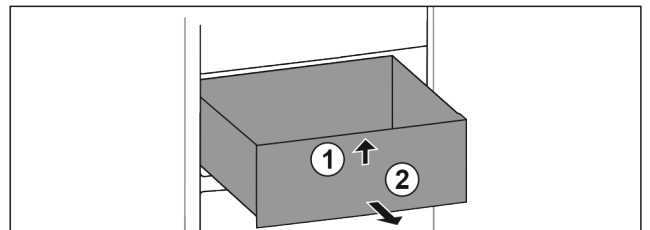

Fig. 95
- ▶ Soulever la partie avant du tiroir. Fig. 95 (1).
- ▶ Retirer le tiroir par l'avant. Fig. 95 (2)